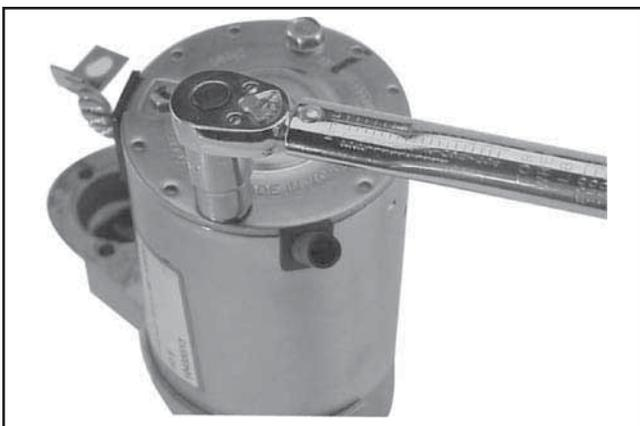

Figure 8-71. Serrage des boulons traversants.
12. Installer les deux boulons traversants et les deux vis de montage du support de balais. Serrer les boulons traversants à **5,6-9,0 N·m (49-79 pouces lb)**. Serrer les vis de montage du support de balais à **2,5-3,3 N·m (22-29 pouces lb)**. Voir les Figures 8-71 et 8-72.